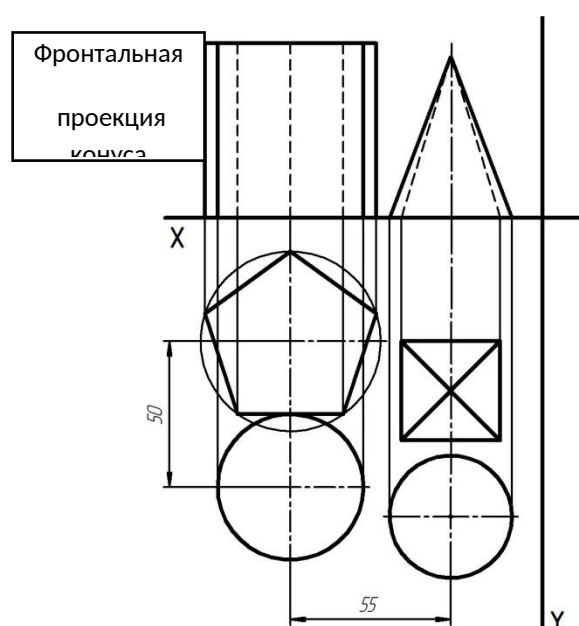

Рисунок 6
**Если в варианте основание какого - либо тела лежит во фронтальной плоскости, начать построение фронтальной проекции следует с него.** В противном случае вначале выполнить фронтальные проекции тел, которые находятся впереди и будут на чертеже видимыми (в данном примере это цилиндр и конус, рисунки 4, 5). Затем вычертить фронтальные проекции тел, находящихся за ними (в данном случае это призма и пирамида). Все линии невидимого контура вычертить *штриховыми* линиями (рисунок 6). *Вертикальные линии связи проводить сплошными тонкими линиями обязательно.*